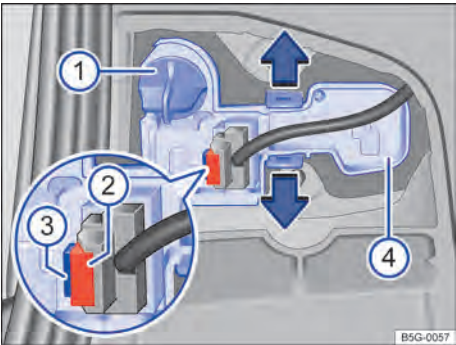

Fig. 207 Na tampa do compartimento de bagagem: remover o suporte da lâmpada.
4. Girar o suporte da lâmpada → Fig. 207 ⓘ até o batente no sentido anti-horário e retirar com a lâmpada incandescente para trás.
5. Substituir a lâmpada incandescente queimada por uma lâmpada incandescente nova do mesmo modelo. Encaixar o suporte da lâmpada → Fig. 207 ⓘ e girar no sentido horário até o batente.
6. Retirar o fusível → Fig. 207 ⓘ. Pressionar o bloqueio → Fig. 207 ⓘ do conector e retirar o conector.
7. Destravar as linguetas do suporte da lâmpada → Fig. 207 ⓘ no sentido da seta e remover o suporte da lâmpada.